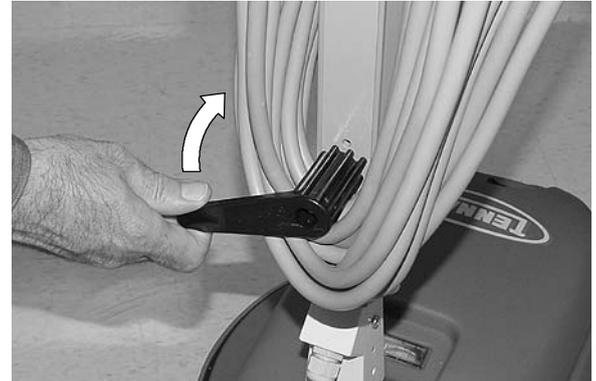

РИС. 4
1. Потяните крюк быстрой развертки провода вперед и снимите провод с машины (Рисунок 4).